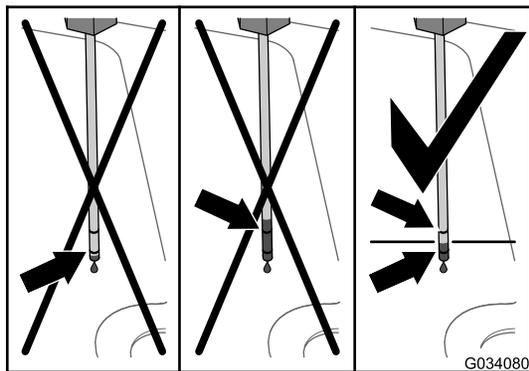
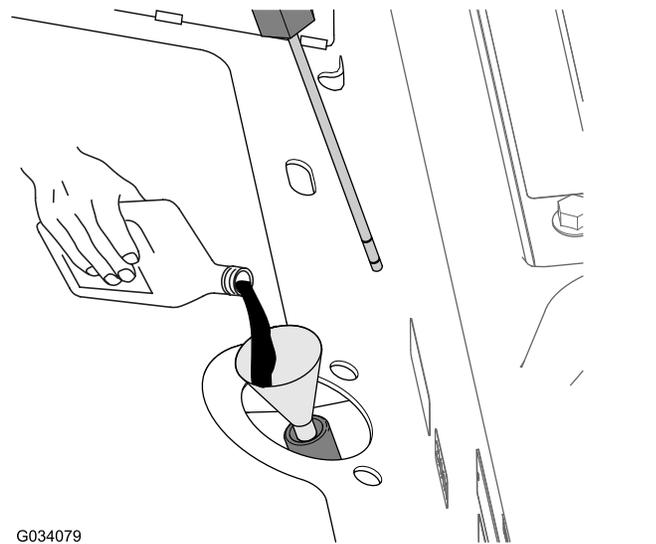

Figura 81
Figura 82
4. Retire la varilla y compruebe el nivel de fluido (Figura 81).
5. Si el nivel de fluido está por debajo de la marca inferior de la varilla, añada fluido hidráulico del tipo especificado por el tubo de llenado (Figura 82) hasta que el nivel de fluido esté entre las marcas superior e inferior al comprobar el nivel con la varilla (Figura 81).
6. Añada fluido hidráulico del tipo especificado por el tubo de llenado (Figura 82) hasta que el nivel de fluido de la carcasa del transeje (depósito) esté en un punto intermedio entre las marcas inferior y superior de la varilla (Figura 81).